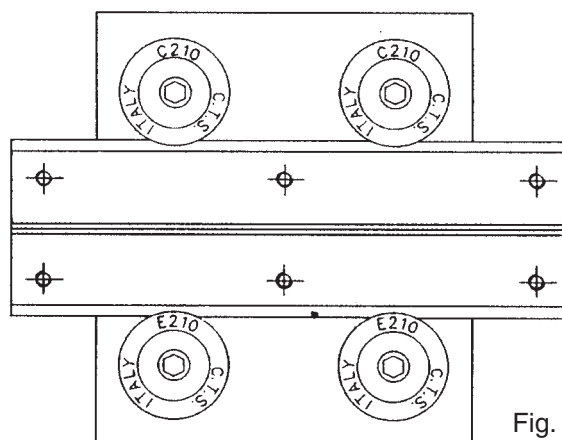

Fig. 2
- 4) Registrare e serrare le due rotelle eccentriche in modo da eliminare il gioco dandogli il giusto precarico (fig. 2).